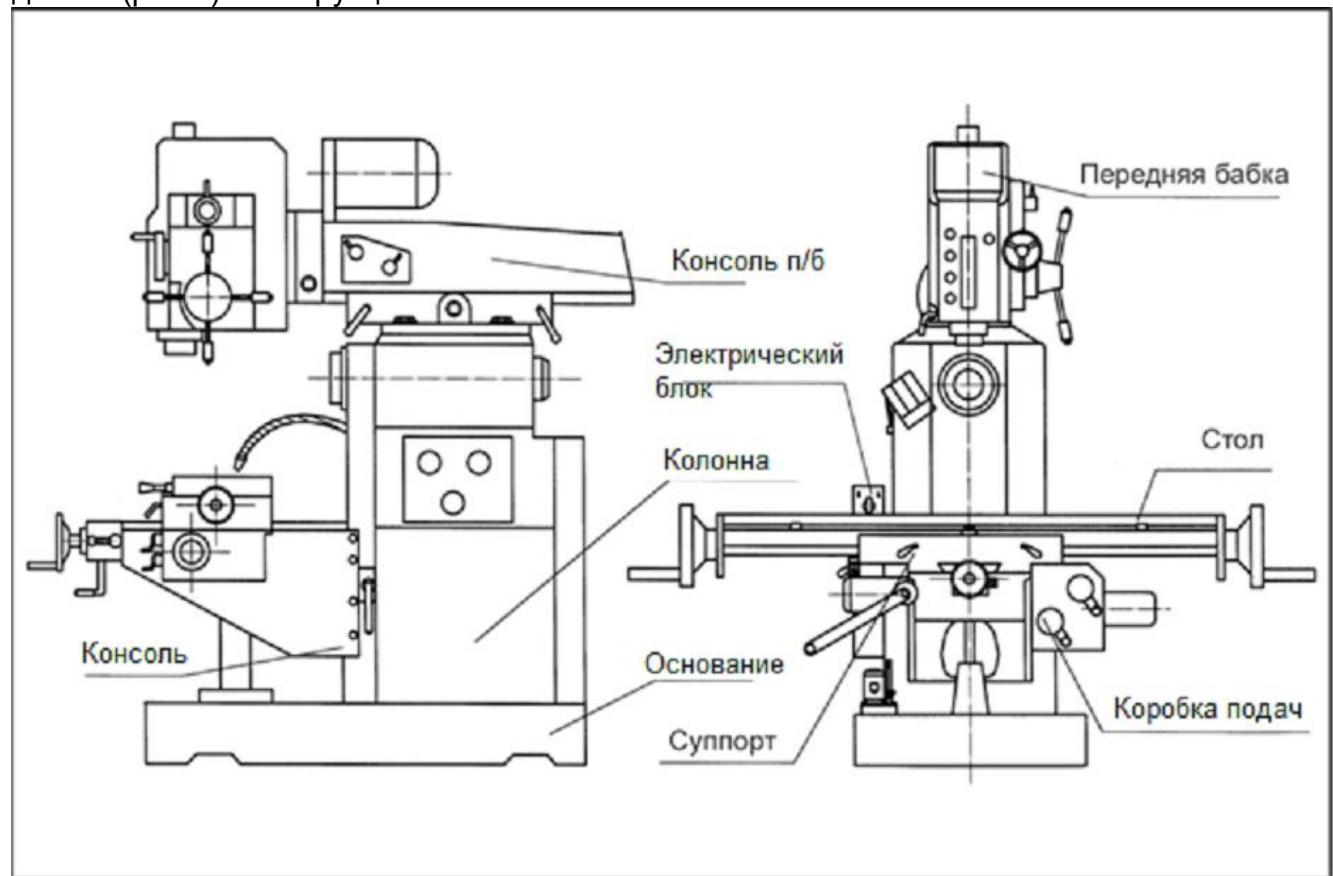

Рис.1
Станок состоит из станины, консоли рабочего стола, основной трансмиссии, коробки подачи, ползуна, системы охлаждающей жидкости, электрического оборудования и так далее. (рис.1) Конструкция станка:
6.15. Подъемная стола (рис. 1 JMD-26X2 DRO) Механизм автоматического подъема-опускания расположен с левой стороны консоли стола и позволяет осуществлять автоматическую вертикальную подачу стола.